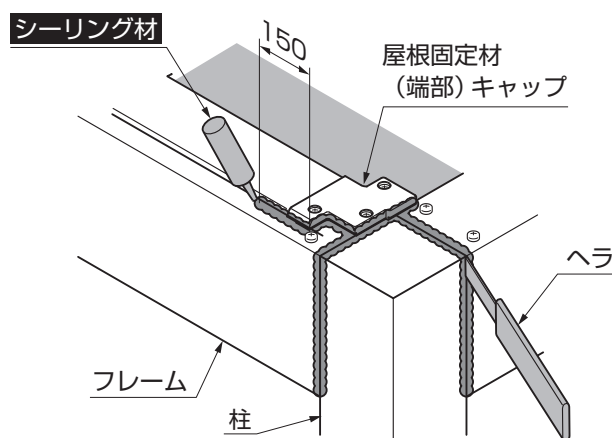

図10-4 B部詳細図
- ② B部柱、フレーム、屋根固定材（端部）キャップの接合部へシーリング処理をしてください。（図10-4参照）